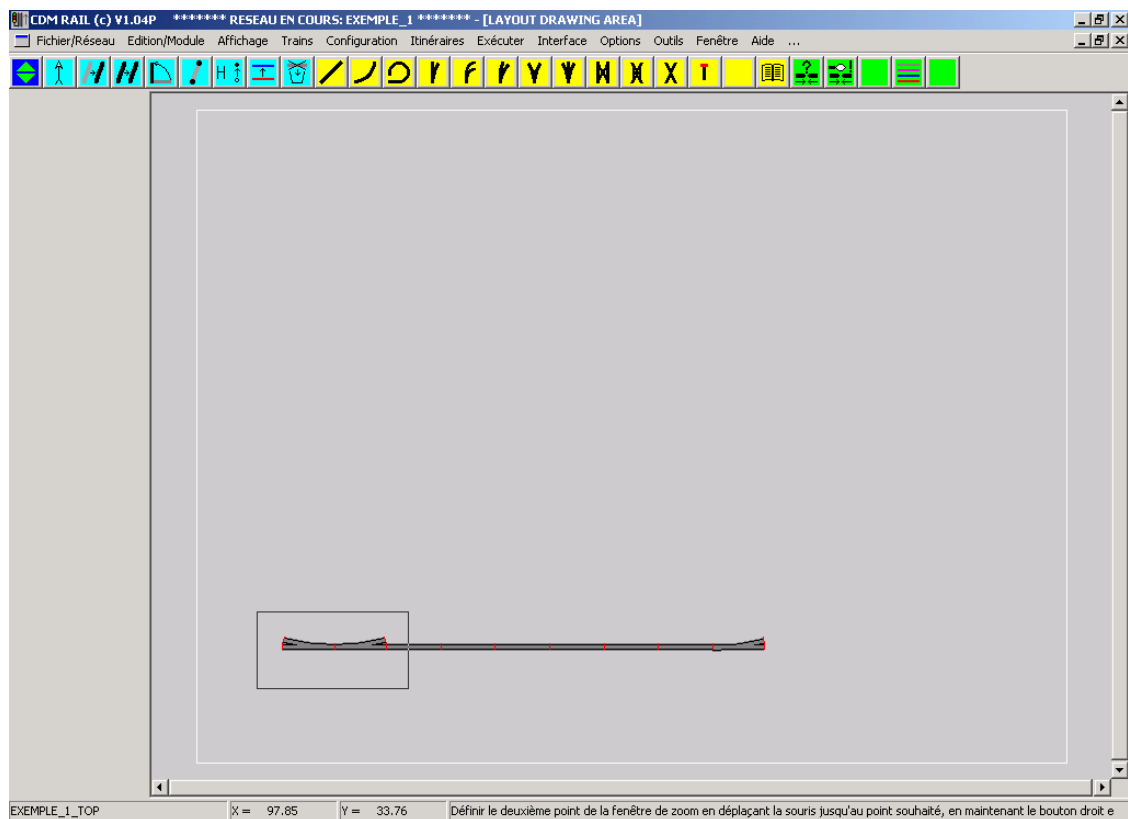

Figure 4-10 Sélection de la fenêtre de zoom (bouton droit souris)
L'aspect actuel du tracé est représenté par la figure 4-10.
- Définir un coin du rectangle à visualiser en appuyant sur le bouton droit de la souris (voir figure 4-10).